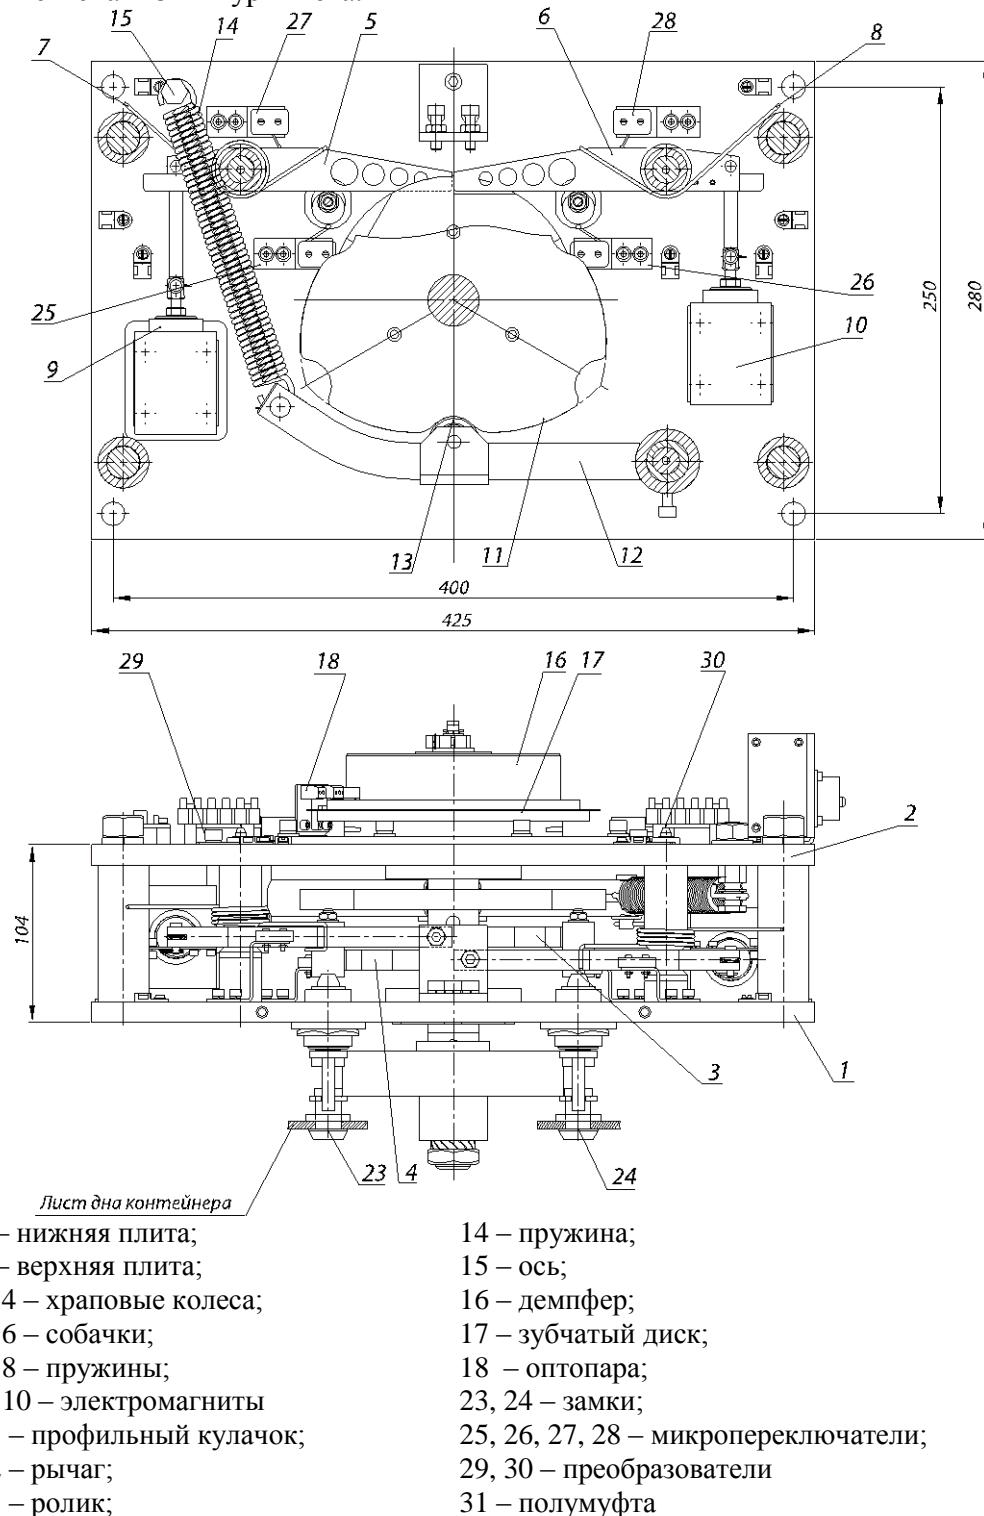

Рис. 4 – Конструкция механизма управления
1.4.1.3. Конструкция механизма управления (см. рисунок 4) состоит из нижней и верхней плит 1 и 2, на которых размещаются основные элементы конструкции.